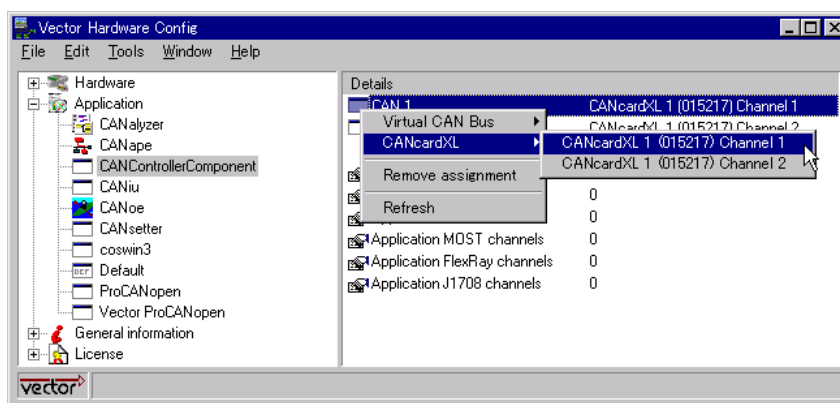

図 5-4 Vector Hardware Config (使用する CAN バスの選択設定)
- (5) 図 5-4 に示すように左側の欄で”CANControllerComponent”を選択し, 右側の設定画面で[CAN 1 を選択]→[右クリック]→[CANcardXL]→[CANcardXL 1 Channel 1]を選択します. 同様に[CAN 2 を選択]→[右クリック]→[CANcardXL]→[CANcardXL 1 Channel 2]を選択します. 以上の設定で使用する CAN バスを 2 つ選択します。